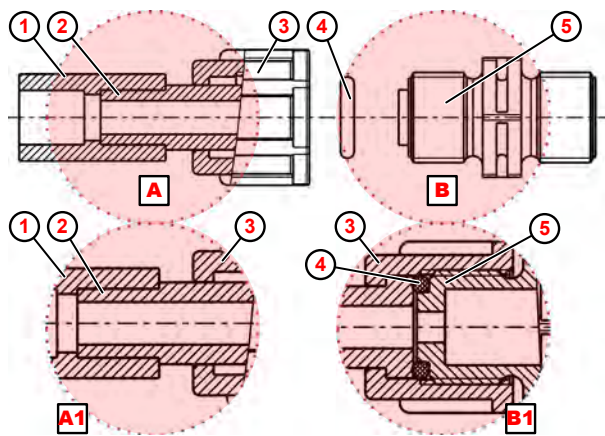

Fig. 10: Conexión de tubo con unión soldada
1. ➤ Soldar la unión soldada (Fig. 10 , ①) con la conexión de manguera.
2. ➤ Colocar la junta tórica ④ en la ranura de la válvula de descarga o aspiración ⑤ .
3. ➤ Apretar la tuerca de unión ③ (detalle ⓑ1).